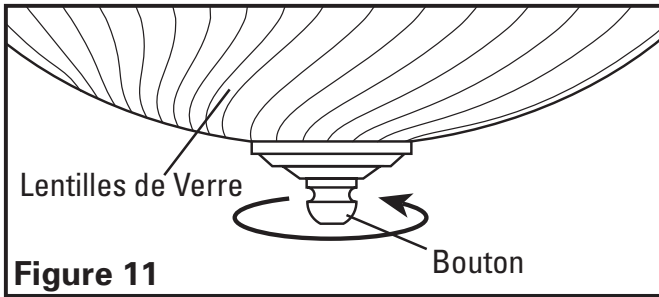
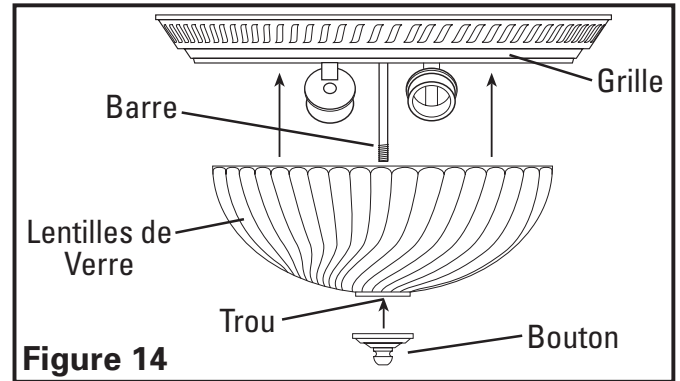

Figure 11
Figure 14
2. Enlever les lentilles de verre de la grille en dévissant le bouton au haut des lentilles (**Figure 11**).
6. Réinstaller en place les lentilles en verre en glissant le trou dans les lentilles sur la tige de la grille et en serrant en place avec le bouton des lentilles (**Figure 14**).
3. **Remplacement de l'ampoule:** déconnecter l'alimentation de l'unité. Enlever les lentilles en verre de la grille en dévissant le bouton au haut des lentilles (**Figure 11**). Remplacer l'ampoule (les ampoules) avec une (des) ampoule(s) incandescente(s) à culot moyen de type A19 de 60 watts au maximum. Réinstaller en place les lentilles en verre en glissant le trou dans les lentilles dans la tige de la grille et en serrant en place avec le bouton des lentilles (**Figure 14**).